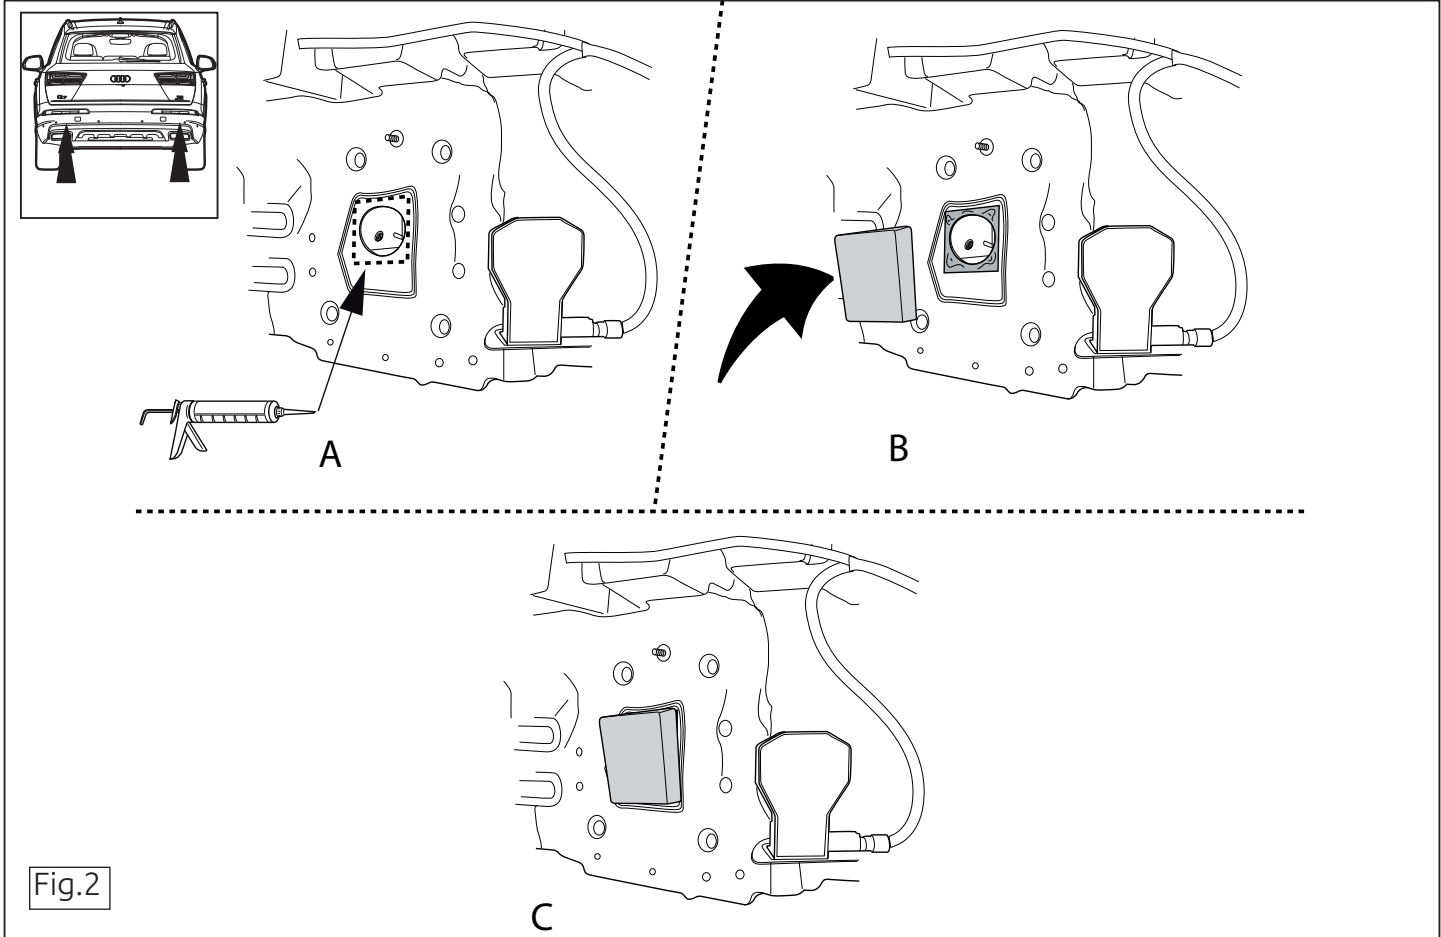

Fig.2
2. Герметизировать обозначенные части). Поставить уплотнение, как указано на рисунке. См. рисунок 2.